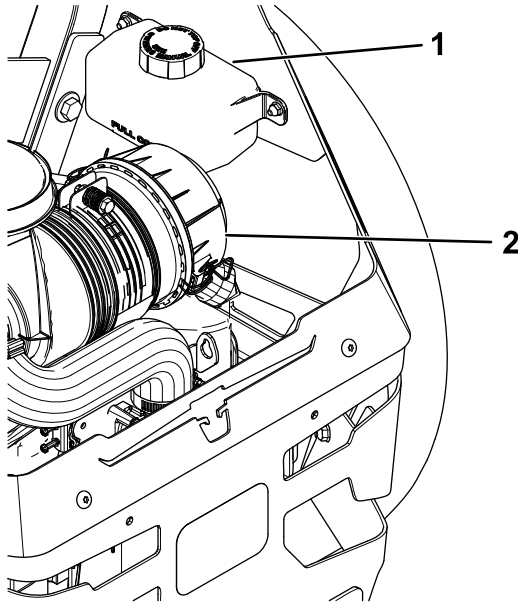

Figure 89
2. Vérifiez le niveau dans le vase d'expansion et faites l'appoint d'huile Toro® HYPR-OIL™ 500 au besoin pour faire monter le niveau jusqu'au repère maximum à froid (FULL COLD) (Figure 89).